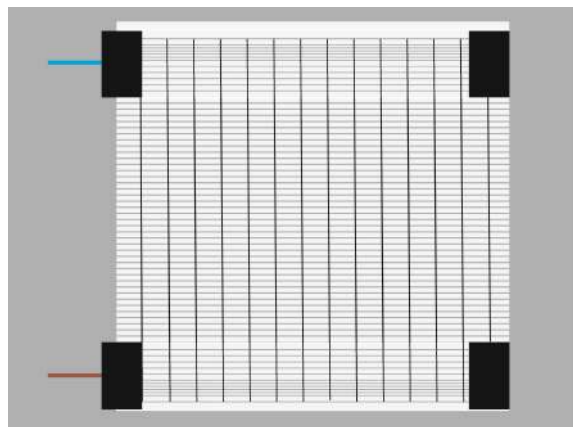

Рис. 7
8. Заизолируйте контакты в местах соединения и с противоположной стороны, а также в местах отреза нагревательного элемента (в случае повреждения черной нити) с помощью битумной ленты (рис. 7).